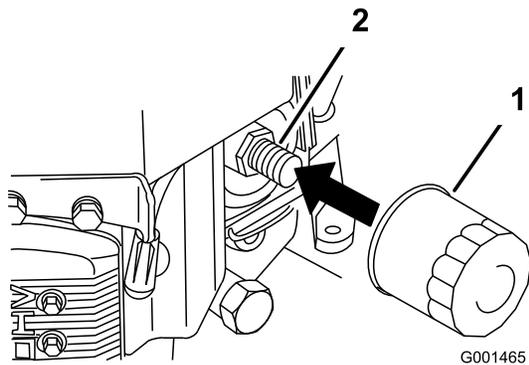

Figura 38
2. Togliete il filtro usato (Figura 38).
3. Spalmate un velo di olio nuovo sulla guarnizione di gomma del filtro di ricambio (Figura 38).
4. Montate il nuovo filtro dell'olio nell'adattatore, giratelo in senso orario finché la guarnizione di gomma non sfiora l'adattatore, quindi serrate il filtro di altri 3/4 di giro (Figura 38).